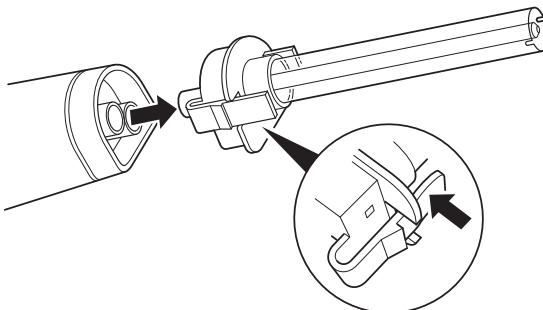

Figura 2 – Rimozione del gruppo della punta
- Premere il meccanismo di bloccaggio sul gruppo della punta e togliere il gruppo dal manipolo (figura 2).